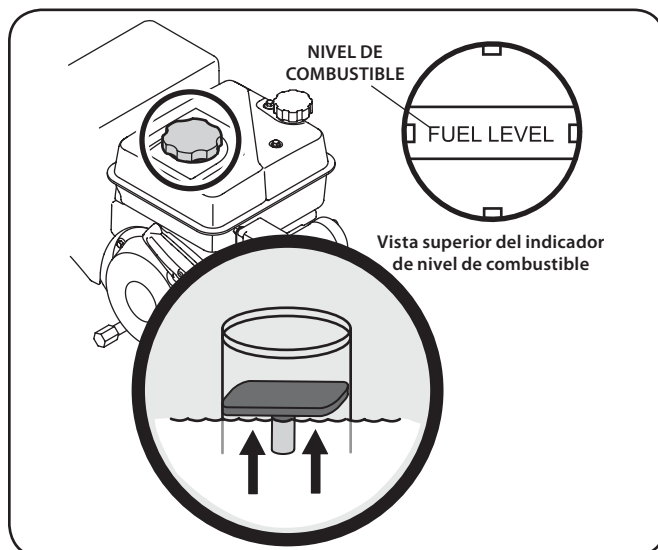

Figura 3-12
2. En el tanque de combustible hay un indicador de nivel. Llene el tanque hasta llegar al nivel de combustible del indicador; vea la Figura 3-12. Tenga cuidado para no llenar el depósito en exceso.